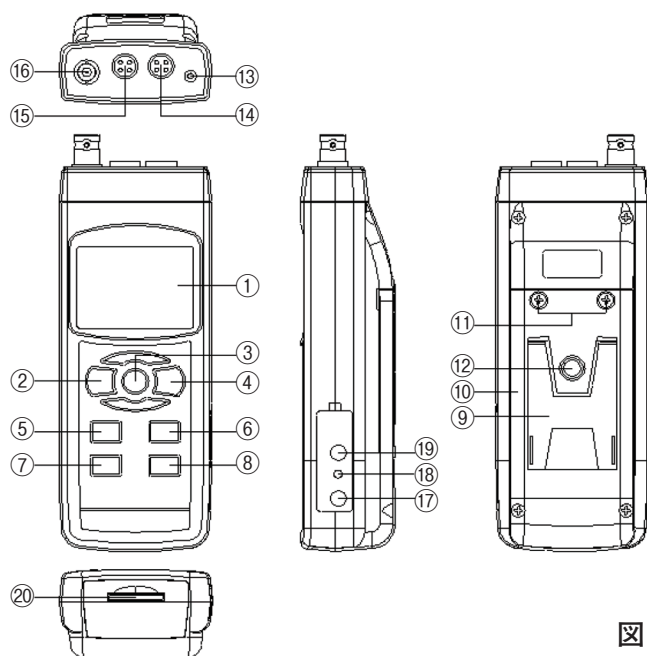

図1
(1) POWER(電源)ボタン(②、図1)を押して本器の電源を入れます。
※POWER(電源)ボタン(②、図1)を2秒間以上長押しすると、本器の電源が切れます。
(2) 本器は、以下の4つの測定モードを選択することができます。
MODEボタン(⑤、図1)を一度押す毎に、以下の測定モードに切り替えができます。
データロガーの機能を実行していないときにSETボタン(⑧、図1)を2秒以上長押しすると「初期設定」モードに入ります。そしてSETボタン(⑧、図1)を一回ずつ押すと下記の設定画面に切り替わります。
- (1) ▲ボタン(⑤、図1)または▼ボタン(⑥、図1)を押して、上段に表示されるテキストを「yES」または「no」に設定してください。
- (2) 上の値を「yES」に設定し、ENTERボタン(④、図1)をもう一度押すと、画面には「yES Ent」というテキストが表示されるので、本当にSDカードのフォーマットを実行する場合はもう一度ENTERボタン(④、図1)を押し確定してください。SDカードのフォーマットが行われ、SDカードに保存されている既存のデータが消去されます。上の値を「no」に設定し、ENTERボタン(④、図1)を押した場合SDカードはフォーマットされません。
- (1) ▲ボタン(⑤、図1)または▼ボタン(⑥、図1)を押して、値を調整してください(年の値の設定から開始します)。希望する値を設定し、ENTERボタン(④、図1)を一度押すと、次の値の調整に移ります(例えば、最初に年の値を設定し、次に月の値を設定し、さらに日、時間、分、秒へと移行します)。
- (2) 日付/時刻設定(年、月、日、時間、分、秒)をすべて設定した後、SETボタン(⑧、図1)を一回押します。
- (1) ▲ボタン (⑤、図1) または ▼ボタン (⑥、図1) を使用して値を調整します (時刻の値から設定を開始します)。希望する値を設定した後、ENTER ボタン (④、図1) を一度押すと次の値の設定に移ります (最初に時間を設定したら、次に分、秒の順に設定します)。
- (2) サンプルング値 (時間、分、秒) をすべて設定した後、SET ボタン (⑧、図1) を一度押します。
- (1) ▲ボタン (⑤、図1) または ▼ボタン (⑥、図1) を使用して上段に表示されるテキストを「yES」または「no」に設定します。
- (2) ENTER ボタン (④、図1) で設定した後、最後に、SET ボタン (⑧、図1) を押します。